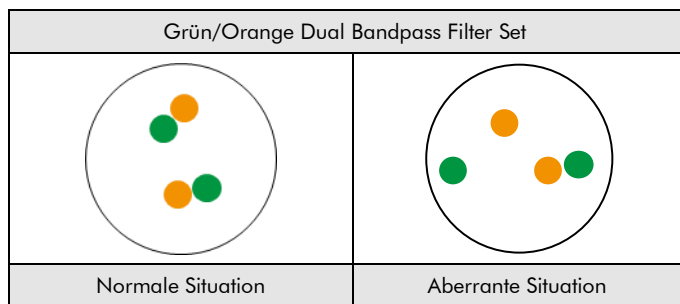

Abb. 2: Zu erwartende Ergebnisse in normalen und aberranten Zellkernen
**Normale Situation:** In Interphasen von normalen Zellen oder Zellen ohne eine Translokation der KMT2A-Genregion erscheinen zwei grün/orange Fusionssignale (siehe Abb. 2).
**Aberrante Situation:** Eine von einer Translokation betroffene KMT2A-Genregion wird durch ein separates grünes Signal und ein separates oranges Signal gekennzeichnet (siehe Abb. 2).